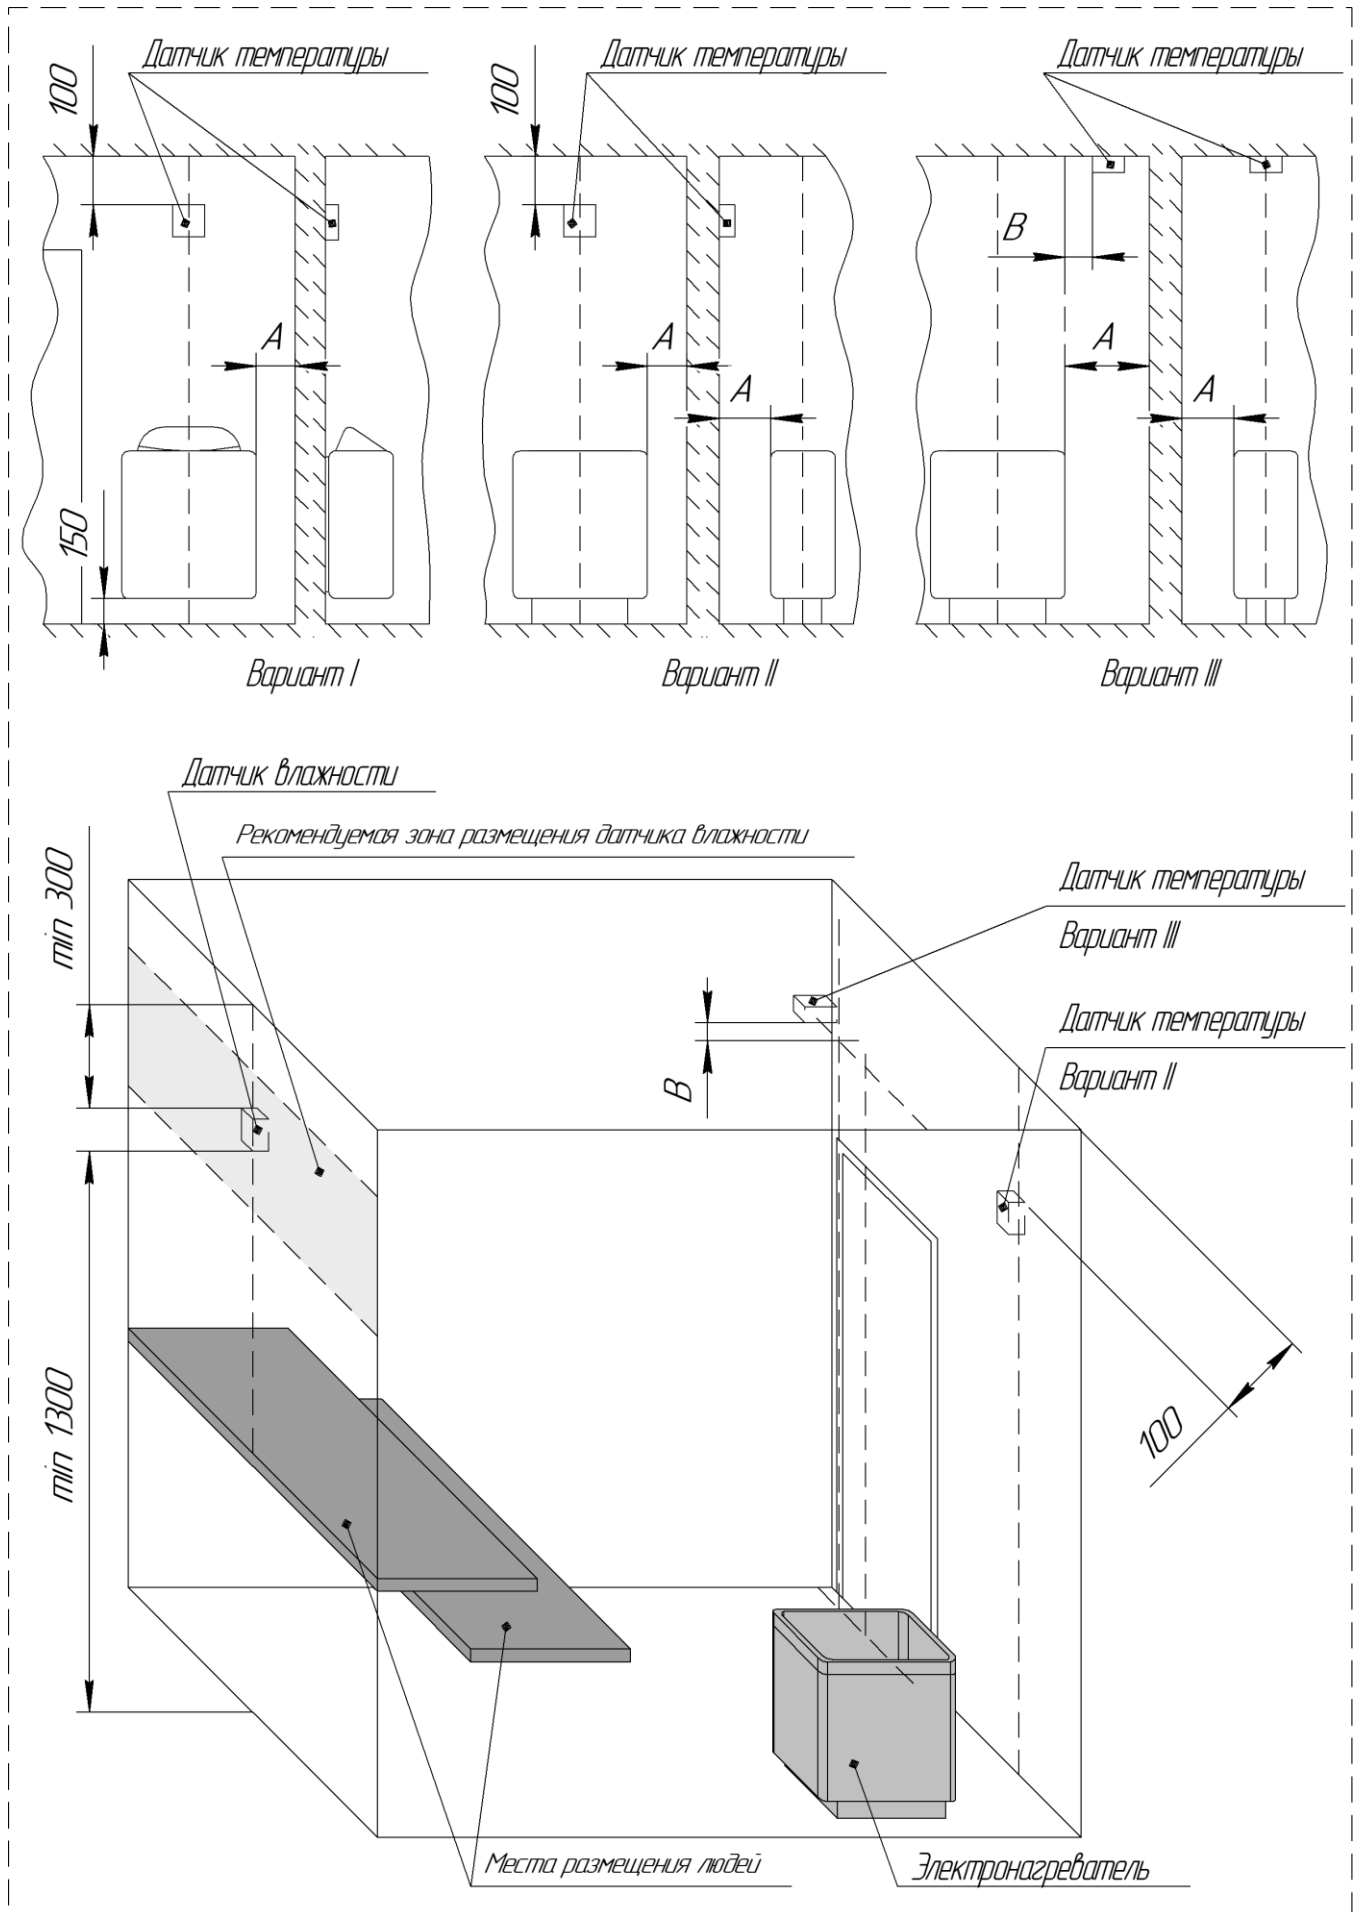

Рисунок 6. Общие рекомендации по размещению датчиков в помещении сауны
- при размещении электронагревателя на стене – датчик температуры устанавливать на стене, вертикально над центром электронагревателя, на расстоянии 100 мм от потолка (рис. 6, вариант I);
- на стене, вертикально над серединой длинной стороны электронагревателя, на расстоянии 100 мм от потолка (рис. 6, вариант II);
- на потолке, над электронагревателем, на линии, параллельной продольной оси электронагревателя, на расстоянии от края электронагревателя (рис. 6, вариант III) В – от 100 до 200 мм.
- размещается на стене, ближайшей к месту размещения людей и максимально удаленной от электронагревателя, на расстоянии не менее 1300 мм от пола, и не менее 300 мм от потолка (на рис. 6 приведен вариант размещения датчика влажности в помещении сауны).